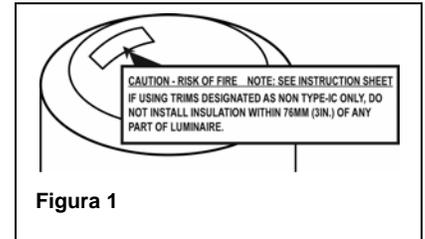

Figura 1
**INSTALACION TIPO IC:** Donde la sección empotrada esta en contacto directo con el aislamiento. Empate las vistas listadas en la parte IC de la etiqueta par instalaciones IC. Remueve la etiqueta desprendible en la parte superior del gabinete y que dice no instalar aislamiento a menos de 76 mm (3 pulgadas) de cualquier extremo de la luminaria. (vea figura 1) Para L3R y L7XR solamente.